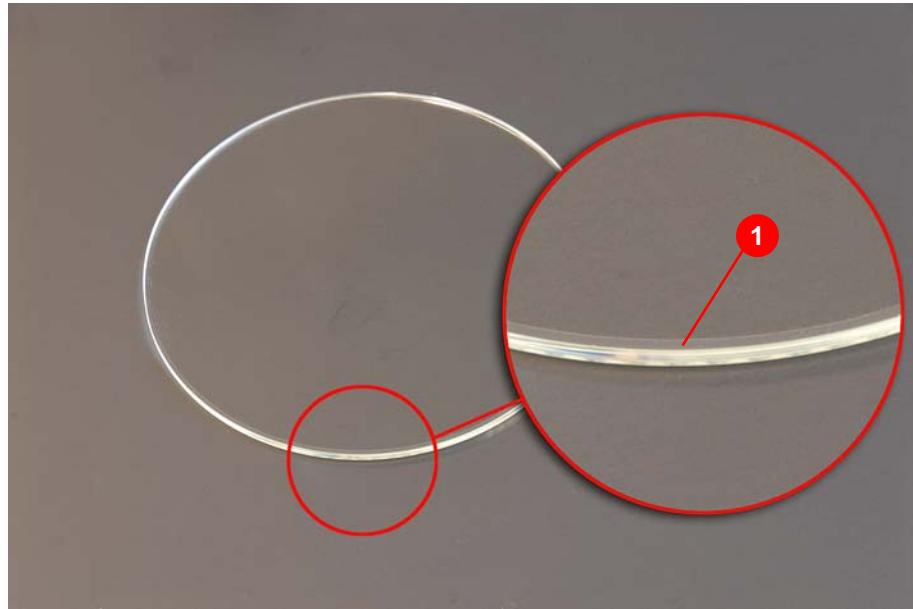

Abbildung 8.16 Schutzglas
Hinweis: Der goldfarbene Ring (1) (Abbildung 8.16) am Schutzglas muß sich immer in Richtung Laserstrahl (Inneres des Galvokopfes) befinden. Bei falscher Montage können Beschriftungsfehler auftreten.